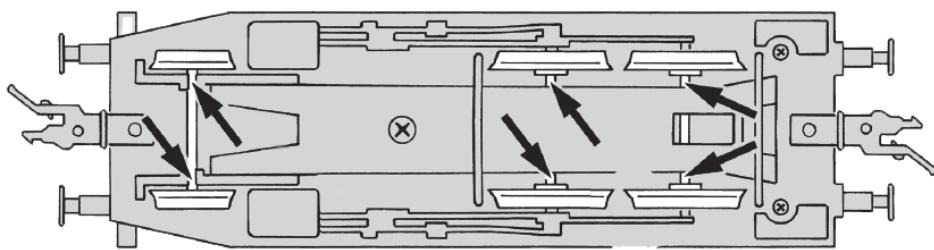

Fig. 3
**Fittings:** Operation is possible with different couplings (fig. 3). We recommend using the ROCO close coupling.
**Les attelages:** En vue d'une exploitation pratique sur votre réseau vous pouvez choisir parmi plusieurs types d'attelages conformes aux différents systèmes d'attelage pratiqués en H0 (voir fig. 3). Nous vous recommandons l'emploi de **l'attelage court ROCO**.